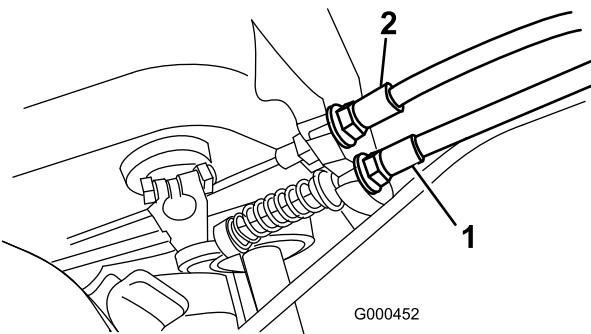

Figura 32
2. Para aumentar la tensión del cable, afloje la contratuerca delantera del cable y apriete la contratuerca trasera del cable (Figura 32) hasta que la fuerza necesaria para poner el freno sea de 5–6 kg. La fuerza debe medirse en el pomo de la palanca. No ajuste demasiado, o la cinta del freno puede agarrarse.